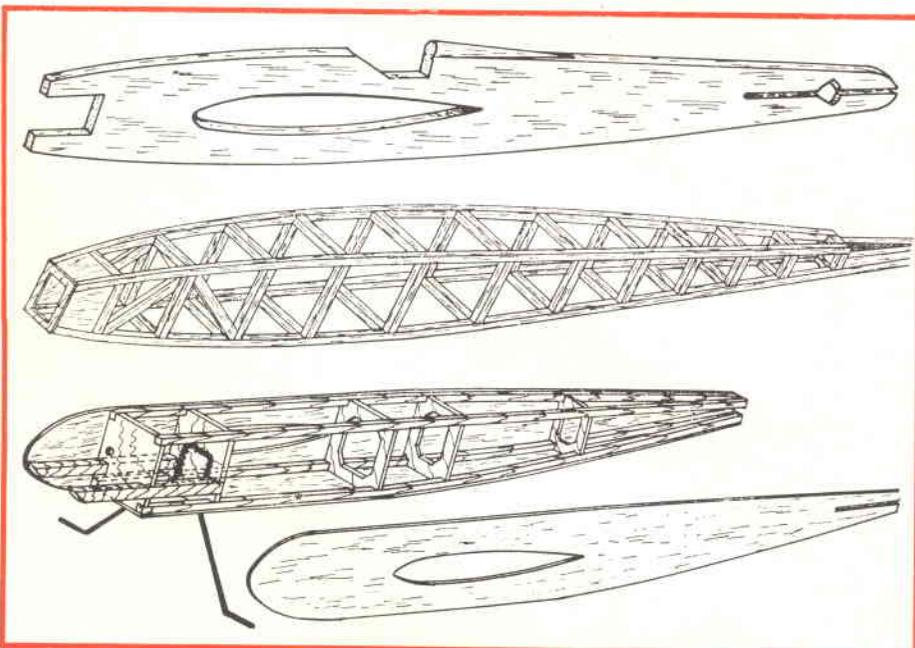

Fig. 2 - Alcuni sistemi di costruzione di fusoliera: a tavoletta, a traliccio ed a cassetta.
**L**a fusoliera è in sostanza il corpo del modello; essa fa da «trait d'union» tra le ali ed i piani di quota o di direzione. Naturalmente non ha solo questo compito; infatti porta con sé tutti quei dispositivi che servono per il volo, il decollo e l'atterraggio. In essa troveranno sistemazione (figura 1), il carrello, il motore con relativo serbatoio, la radio ricevente con i servocomandi, la batteria di alimentazione ed i vari sistemi di aggancio ali e timoni. Essa è necessariamente costruita con strutture solide seppure nei limiti del possibile molto leggere. I vari tipi di fusoliera variano logicamente a seconda del tipo di modello che si vuol costruire. Potremo pertanto trovare la fusoliera a tavoletta, la fusoliera a traliccio, la fusoliera a cassetta (fig. 2).